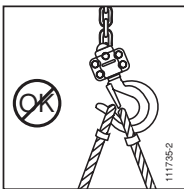

Fig. 2
1. Verificar que el polipasto tralift™ está correctamente suspendido de su gancho de suspensión (ítem 5, fig.1) y que la lengüeta de seguridad del gancho (ítem 6, fig.1) está bien cerrada (ver las fig. 2 y 3).
1. de que el accesorio de amarre de la carga descansa en la base del gancho y no impida el cierre de la lengüeta de seguridad (ver las fig. 2 y 3).